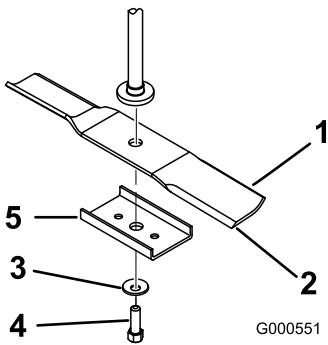

Figura 38
Sujete el extremo de la cuchilla usando un trapo o un guante grueso. Retire del eje el perno de la cuchilla, la arandela curva, el refuerzo de la cuchilla y la cuchilla (Figura 38).
1. Instale la cuchilla en el eje (Figura 38).
2. Instale el refuerzo de la cuchilla, la arandela curva (con la copa hacia la cuchilla) y el perno de la cuchilla (Figura 38).